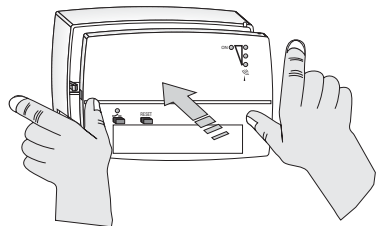
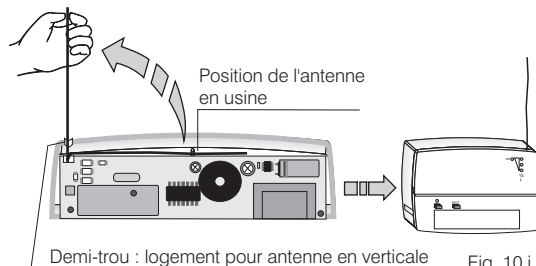

Fig. 9.i
Fig. 10.i
- Pousser avec les deux mains la partie avant sur la base, comme illustré dans la figure 9.i, jusqu'au déclic de verrouillage des crochets appropriés de la base.
- Faire passer le fil dans le petit trou prévu approprié (fig. 10.i)
- Réfermer attentivement le récepteur (fig. 9.i - fig.10.i).